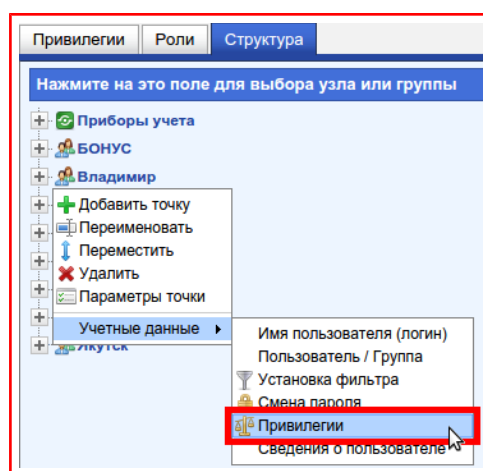

Рисунок 9.83 — Пункт «Привилегии»
- 2) В появившемся меню вызвать подменю **«Учётные данные»**, в котором выбрать пункт **«Привилегии»**, рисунок 9.83;